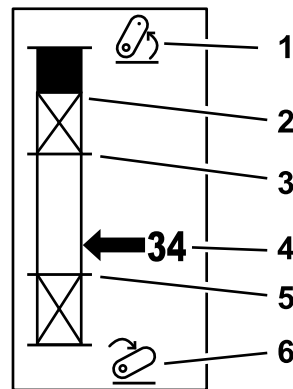

Figura 22
2. Avviate la macchina Outcross e passate tra le schermate sul display di stato per visualizzare l'altezza dell'attacco a 3 punti (Figura 22).
posizione di inversione, posizione operativa massima e posizione operativa minima (Figura 22).
Questa è l'altezza massima di sollevamento di un attacco a 3 punti. Impostate questa posizione sollevando l'attrezzo all'altezza massima consentita o all'angolo massimo per un albero PDF non attivato, a seconda di quale si verifica prima. Annotate la posizione dell'altezza nella schermata del display di stato e inseritela nell'impostazione del parametro nella schermata dell'InfoCenter (Figura 22).
Questo parametro è richiesto solo per gli attrezzi a 3 punti attivati mediante la paletta. Questa è la posizione automatica dei 3 punti quando l'accessorio è in fase di inversione o viene sollevato per evitare un pericolo. Impostate questo punto sollevando l'attrezzo a 3 punti e confermate che l'attrezzo sollevato non danneggia le naturali strisce del tappeto erboso. Annotate la posizione dell'altezza nella schermata del display di stato e inseritela nell'impostazione del parametro nella schermata dell'InfoCenter (Figura 22).
Sollevate l'attrezzo al punto massimo consentito e annotate la posizione dell'altezza nella schermata Display di stato e inseritela nell'impostazione del parametro nella schermata dell'InfoCenter (Figura 22).
Abbassate l'attrezzo al punto minimo consentito e annotate la posizione dell'altezza nella schermata Display di stato e inseritela nell'impostazione del parametro nella schermata dell'InfoCenter (Figura 22).